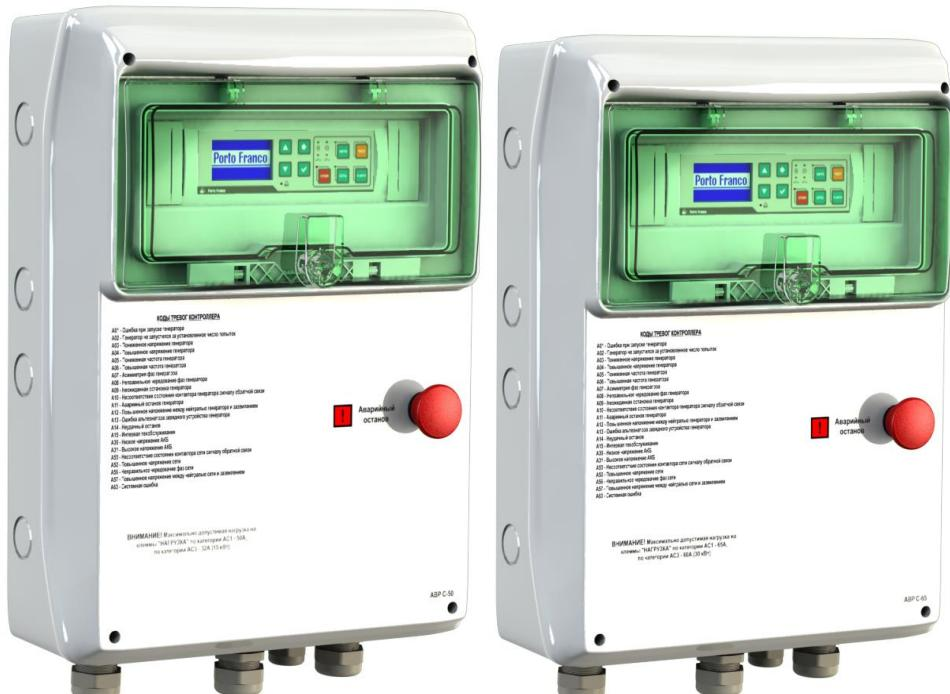

Рис. 5.1. Внешний вид контроллеров АВР С(М)-50 и АВР С(М)-65
5.1.1 Конструктивно устройство выполнено в герметичном пластмассовом корпусе и предназначено для настенного монтажа. На фронтальной стороне под прозрачной герметичной крышкой расположены ЖК-дисплей, светодиоды индикации и кнопки управления. Также с наружной стороны корпуса расположена кнопка «Аварийный останов». Внешний вид контроллеров АВР представлен на рис. 5.1.
5.3.2 Большая красная кнопка «Аварийный останов» (рис. 5.1) обеспечивает экстренный останов генераторной установки на любом этапе запуска, работы или нормального останова.